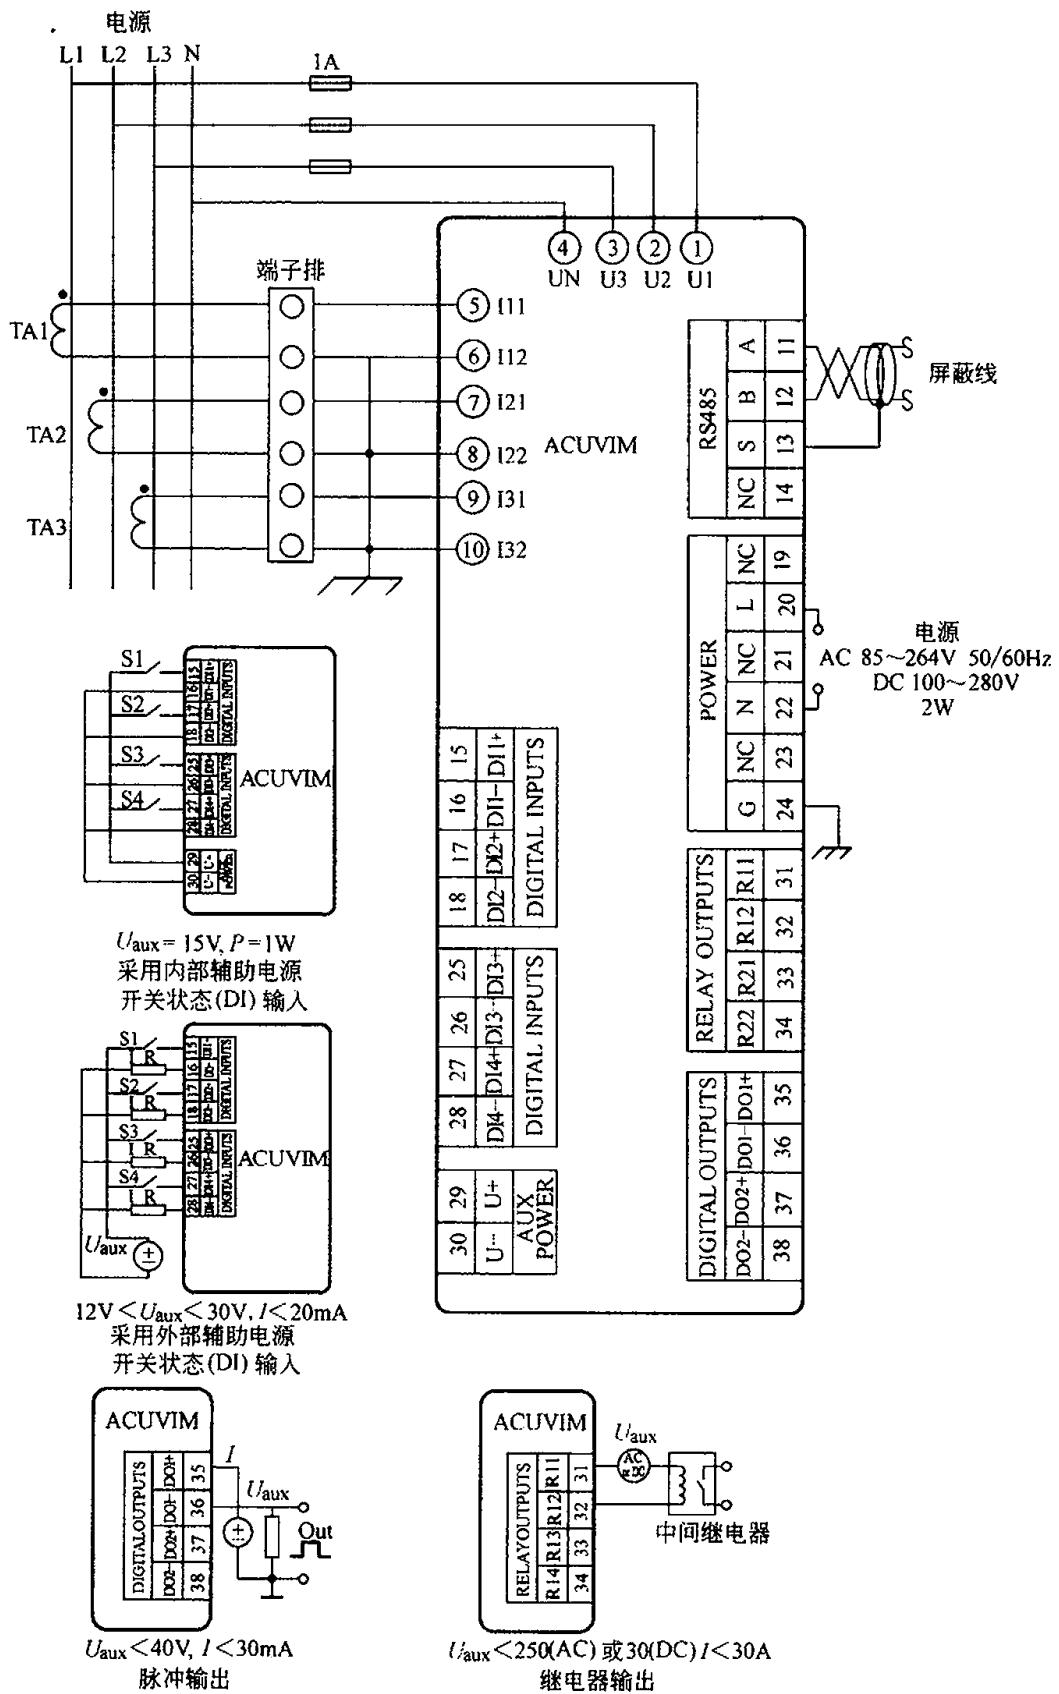

图 286 ACUVIM 基本型数字三相网络电工仪表典型接线图
(3) 典型接线图 (见图 286)
DIGITAL (25 ~ 28 脚)、AUX (29、30)、DIGITAL (35 ~ 38)、RELAY (31 ~ 34) 均为选项，选项的接线方法如图 286 中的 4 幅小图所示。